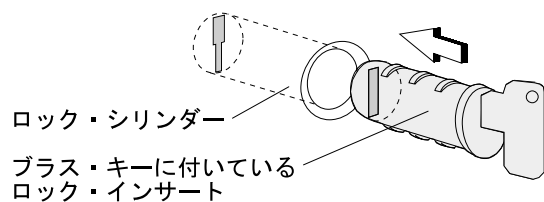

図8. ロック・インサートとプラス・キー
7. ロック・キーとプラス・キーを保持すると、図8 に示すように、キーは同じ方向になります。